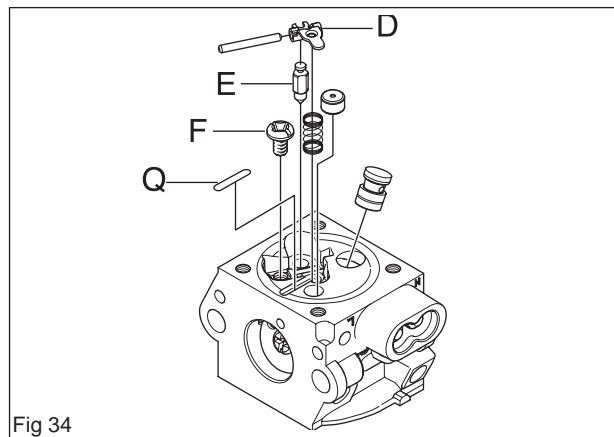

Fig 34
5. Monter la soupape à aiguilles (E) avec le levier (D), l'arbre et le ressort et visser la vis (F). Monter la rondelle d'expansion (Q) (voir la figure 34).